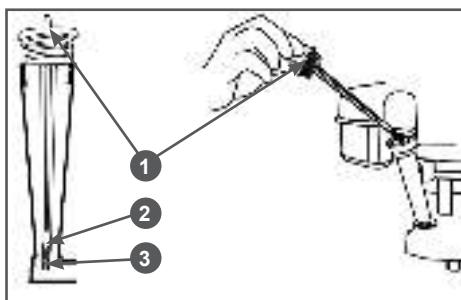

Рис. 21 Крышка-щуп маслозаливной горловины
- Осторожно откройте крышку-щуп 1 (Рис. 21) маслозаливной горловины, протрите его насухо и отложите в сторону.